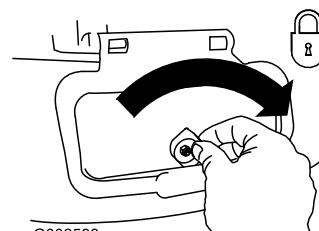

**Bild 30**
3. Setzen Sie den Seitauswurfskanal ein und schließen Sie die Klappe auf dem Auswurfkanal (Bild 30).